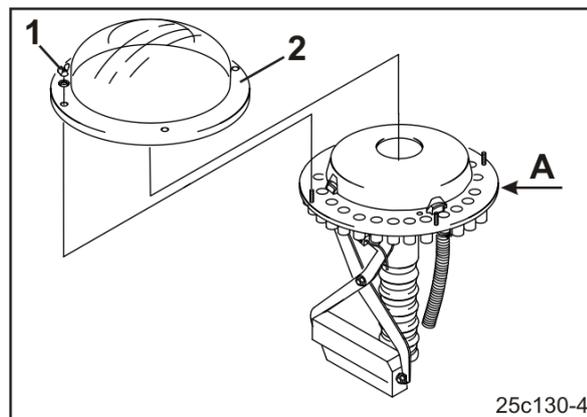

Fig. 248
4. Desserrez les écrous à ailettes (Fig. 248/1) et retirez-le cache en plastique transparent (Fig. 248/2) de la tête de distribution.
6. Éliminez les impuretés entre le disque de base et la platine de commande (Fig. 248/A) à l'air comprimé.
7. Reposez le capot en plastique (Fig. 248/2).
8. Fixez le capot en plastique avec les écrous à ailettes (Fig. 248/1).